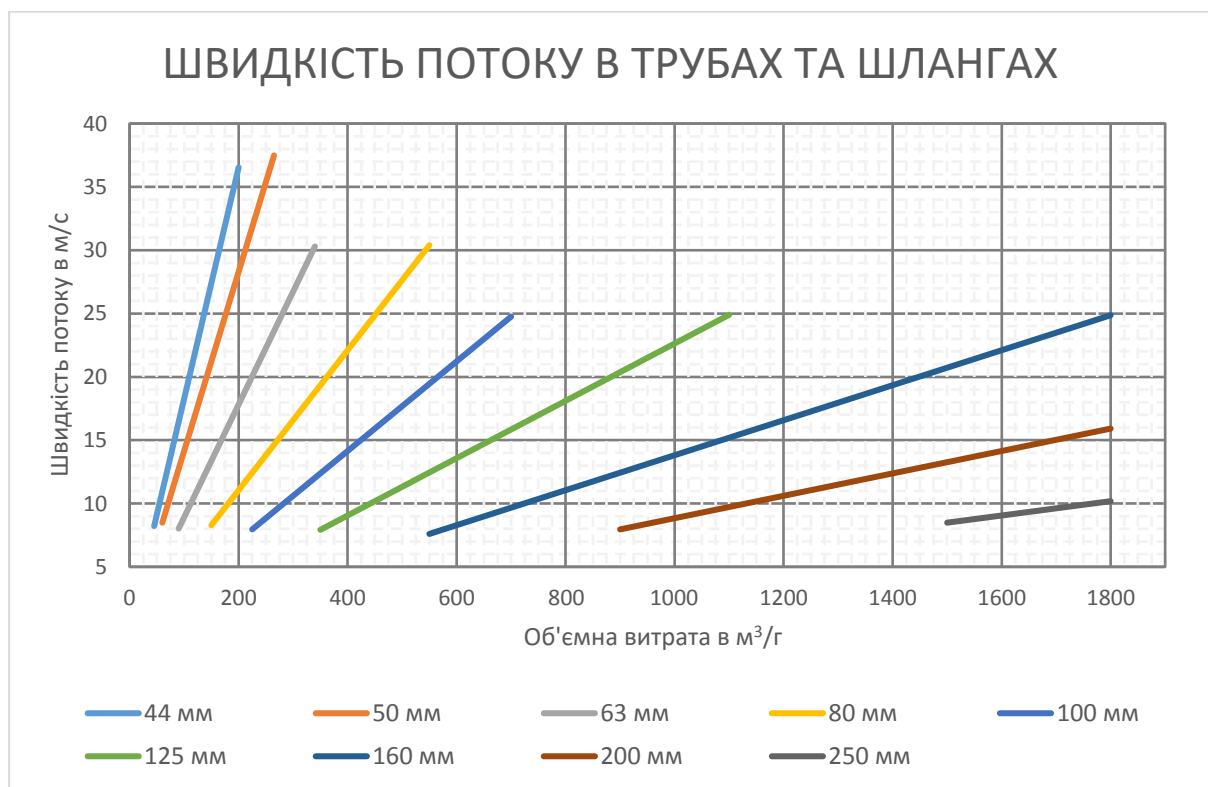

Рисунок 16: Швидкість потоку в трубах та шлангах
- Для швидкості потоку рекомендовано еталонне значення 15 м/с. Будь ласка, дотримуйтесь Abbildung 16.